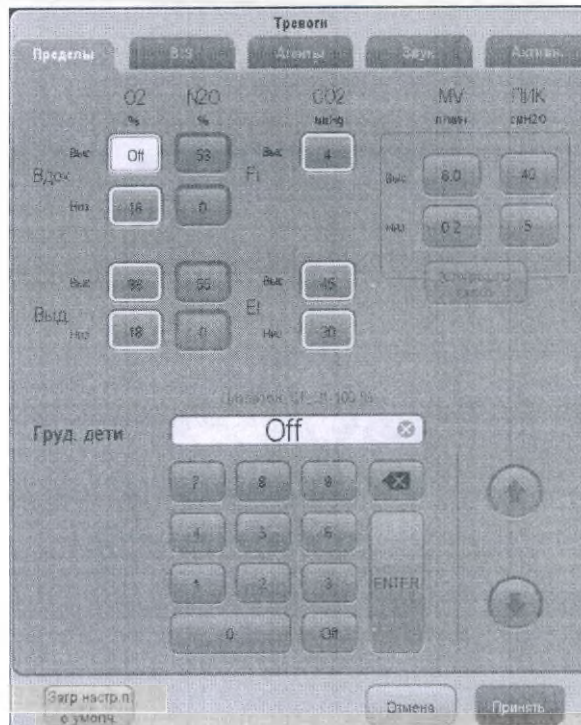

РИС. 6-7 Вкладка «Пределы»
2. Выберите вкладку **Пределы** или **Агенты** (см. РИС. 6-7).